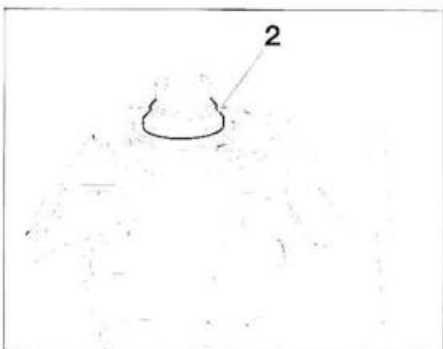

FIG. 20
- Extraer el cubo con la semicaja interior de rodamiento (2) (fig. 20).